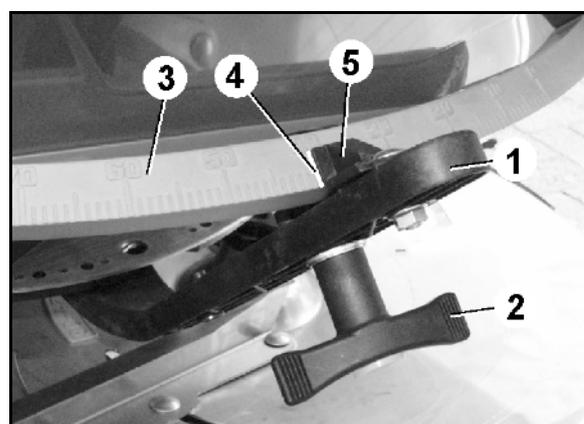

Fig. 53
2. Desserrez la vis à ailettes (Fig. 53/2).
3. Recherchez sur l'échelle graduée la valeur de réglage fournie par le tableau de réglage (Fig. 53/3).
4. Positionnez l'arrête de lecture (Fig. 53/4) de l'index des leviers (Fig. 53/5) sur la graduation fournie par le tableau de réglage ou par la disquette.
5. Resserrez à fond la vis à ailettes (Fig. 53/2).